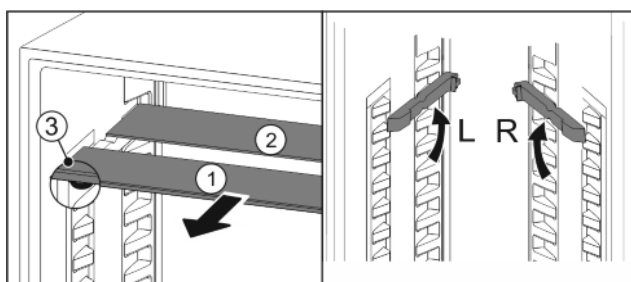

Fig. 18
- ▶ Sortir les tablettes par l'avant Fig. 18 (1).
- ▷ La tablette Fig. 18 (1) équipée de butées se trouve à l'avant.
- ▷ Les butées sont tournées vers le bas Fig. 18 (3).